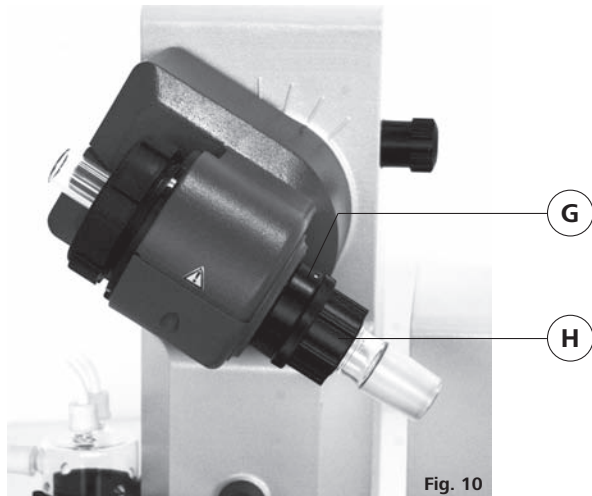

Fig. 10
- ☞ Verriegeln Sie anschließend diese Arretierung durch Drehen um 60° im Uhrzeigersinn (Fig. 10).
Die Kunststoffmutter (H) dient als Abdrückhilfe für festsitzende Kolbenschliffverbindungen (Fig. 10).
- ☞ Halten Sie die Arretierung (G) und lösen Sie die Kunststoffmutter (H).
- ☞ Halten Sie hierzu den festsitzenden Verdampferkolben und drehen Sie die Kunststoffmutter (H) bis zum Verdampferkolbenhals.